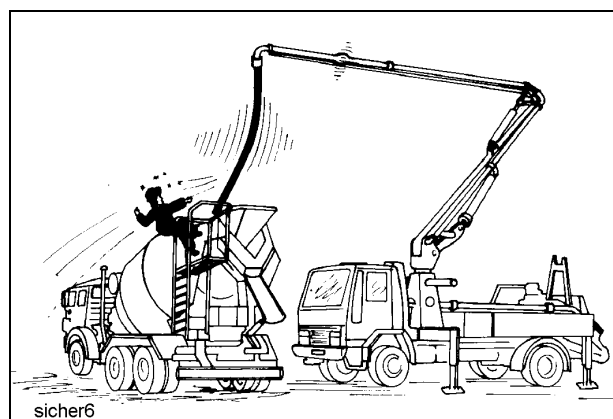

Fig. 2
- Observen la seguridad de las otras personas afectadas. Absténganse de todos modos de trabajar peligrosos (ejemplo: Fig. 2).